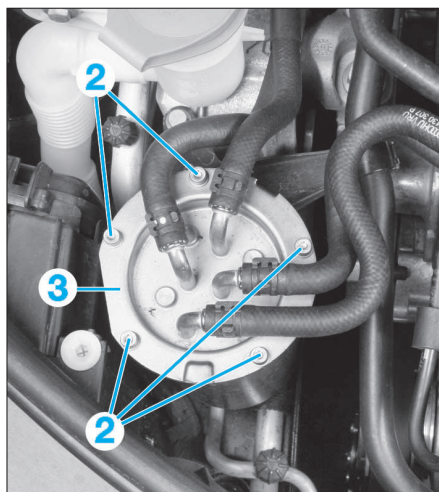

FIG. 37
- Déposer les vis de fixation (2) et sortir le couvercle (3) (Fig.37).